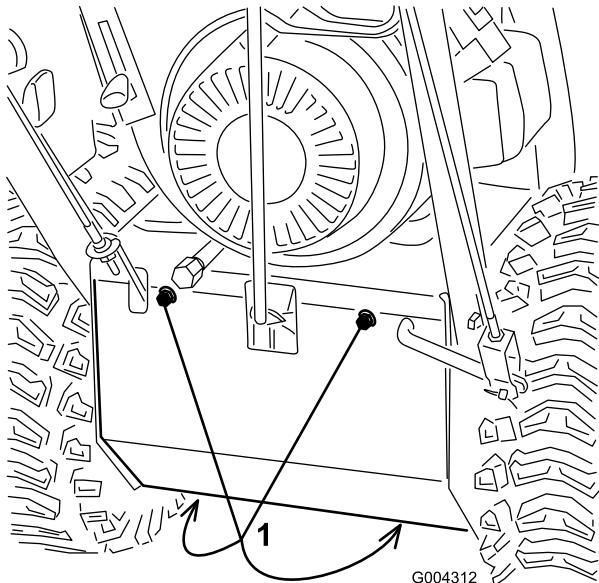

Figura 27
3. Togliete i quattro bulloni a testa flangiata che fissano il coperchio inferiore al telaio, e togliete il coperchio (Figura 27).
3. Togliete i quattro bulloni a testa flangiata che fissano il coperchio inferiore, e togliete il coperchio (Figura 27).
6. Togliete i quattro bulloni a testa flangiata che fissano il coperchio inferiore al telaio, e togliete il coperchio (Figura 27).